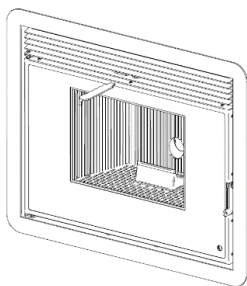

Figure 23 – Ajustement de la distribution d'air chaud
- On peut régler la proportion d'air chaud soufflé vers l'avant, et passant par les tubes d'air canalisé, en utilisant le même accessoire servant à ouvrir la porte ou à déverrouiller l'appareil. Positionner l'accessoire comme montré en Figure 23, on peut voir qu'il y a une pièce qui correspond parfaitement et qui en tournant déplace un déflecteur qui dirige l'air chaud vers l'avant ou les tuyaux d'air. Pour plus de sécurité, il y a toujours une quantité minimum d'air qui sort en façade de l'appareil. Après ajustement de la position, retirer l'accessoire, de sorte qu'il reste froid.